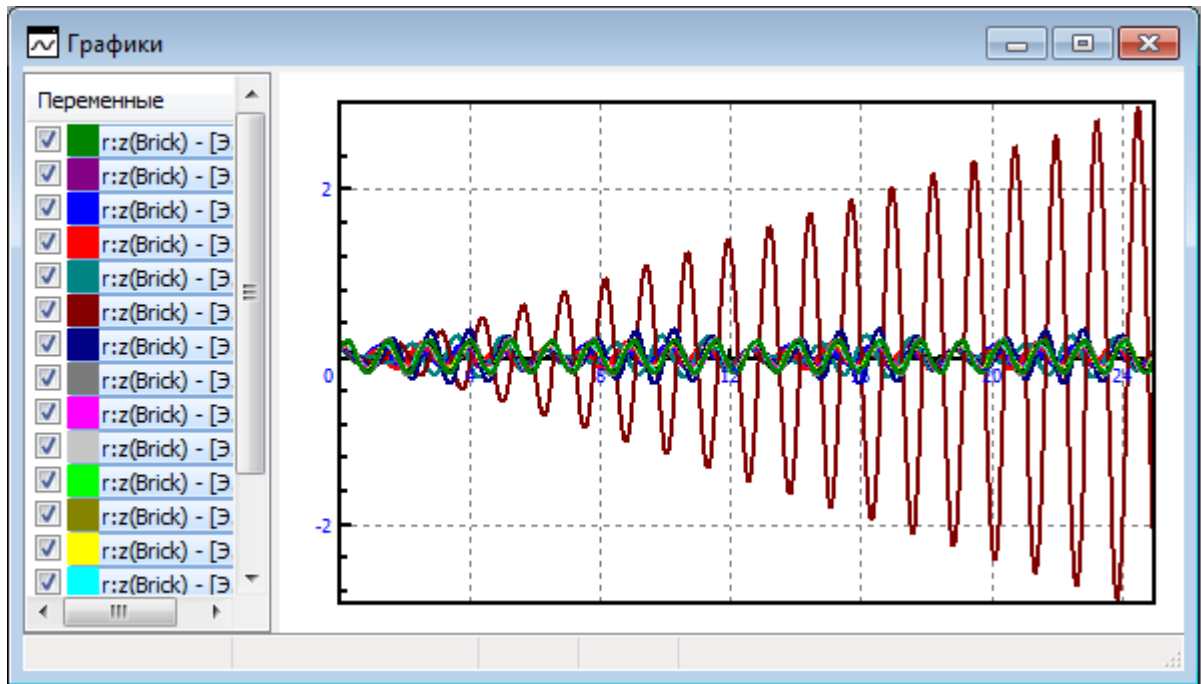

Рис. 2.17. Вертикальные колебания груза при различных частотах вынуждающей силы
3. Выберите все численные эксперименты и перетащите переменную **r:z(Brick)** в графическое окно. В нем построятся графики вертикальных колебаний для всех проделанных экспериментов, см. рис. 2.17. Ясно виден резонансный случай.